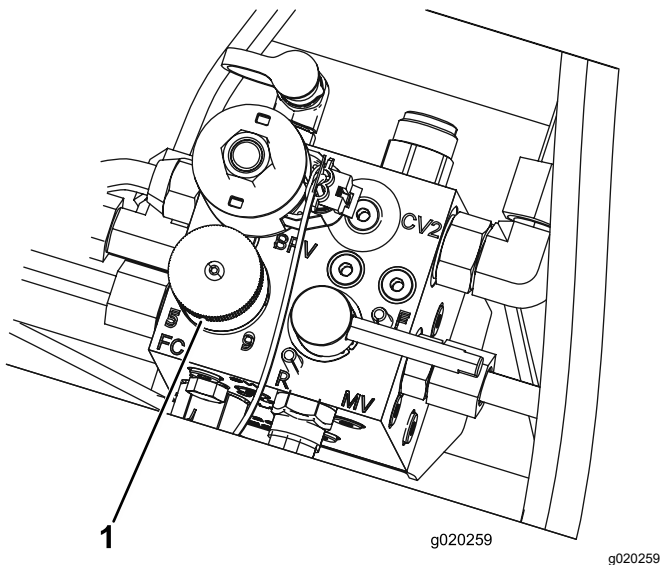

図 32
4. リールの速度を設定するには、ノブ 図 32 を回して、ノブの矢印を、所定の番号に合わせます。